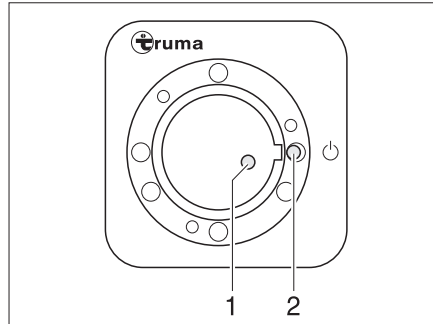
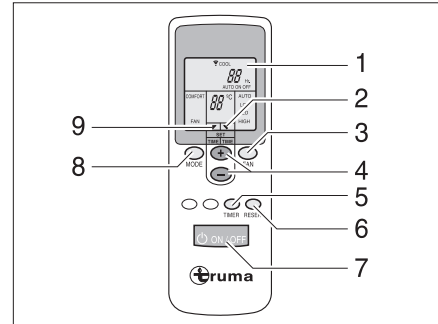

Fig. 114 Récepteur
Fig. 115 Télécommande
- Mettre en marche la télécommande à l'aide de l'interrupteur (Fig. 115,7). Le voyant de contrôle vert (Fig. 114,1) indique le mode de refroidissement.
- Régler le mode de fonctionnement souhaité à l'aide de la touche (Fig. 115,8).
- Régler si nécessaire la puissance de ventilation et la température de la pièce souhaitées à l'aide des touches (Fig. 115,3 et 4). La flèche (Fig. 115,9) indique le mode de réglage sélectionné.
- ▷ Sur le récepteur se trouve un interrupteur supplémentaire (Fig. 114,2) permettant de mettre en marche ou d'arrêter la climatisation sans télécommande. Lorsque la climatisation est mise en marche à l'aide de cet interrupteur, le mode de fonctionnement réglé sur la télécommande lors de la dernière utilisation est sélectionné automatiquement.
- Pour effectuer la programmation, allumer la climatisation à l'aide de la touche (Fig. 115,7) de la télécommande.
- Régler le mode de fonctionnement et la température de la pièce souhaités à l'aide des touches (Fig. 115,8, 3 et 4).
- Sélectionner à l'aide de la touche (Fig. 115,5) la fonction souhaitée (Fig. 115,1) :
- Sélectionner le temps de retard souhaité (de 1 à 15 heures) à l'aide des touches (Fig. 115,4). La flèche (Fig. 115,2) clignote et indique le mode de réglage.
- ▷ En appuyant sur la touche (Fig. 115,6), les réglages de la télécommande sont à nouveau envoyés au récepteur.